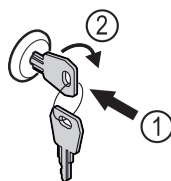

Fig. 181
- ▶ Trykk inn nøkkelen. Fig. 181 (1)
- ▶ Vri nøkkelen 90° med klokka. Fig. 181 (2)